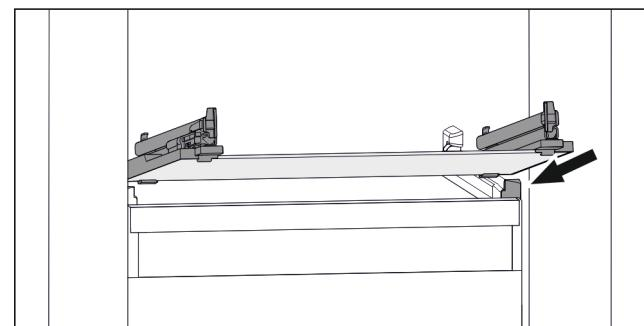

Fig. 99 Примерно изображение на стъклена плоча
- ▶ Поставете стъклена плоча под ъгъл зад ограничителите. (виж Fig. 99)